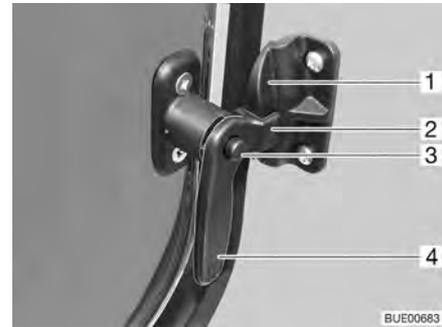

Fig. 30 Ventana de la puerta de entrada en la posición de "ventilación continua"
- Presionar el botón de seguridad (Fig. 30,3) y mantenerlo pulsado.
- Girar la palanca de bloqueo (Fig. 30,4) hacia la mitad de la ventana.
- Girar de nuevo hacia atrás la palanca de bloqueo. Introducir al mismo tiempo la horquilla (Fig. 30,2) de la palanca de bloqueo en el bloqueo de la ventana (Fig. 30,1).